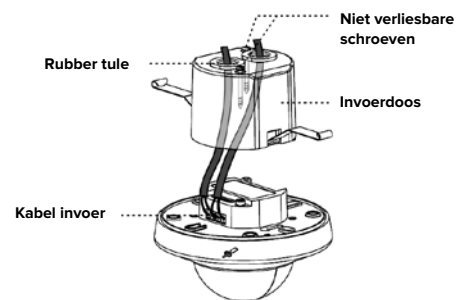

Fig.13
- 6 houd de 2 veren naar boven gedrukt (zie Fig.13)